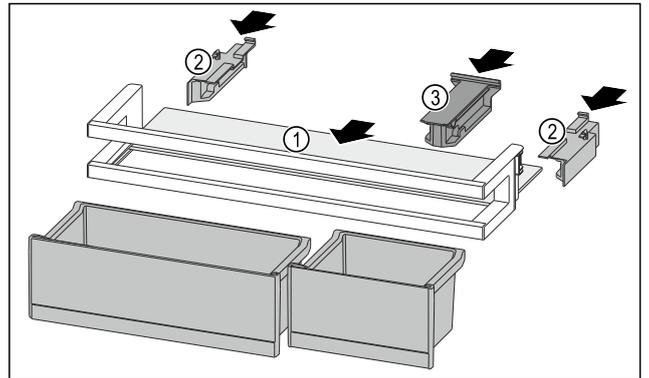

Fig. 147
- ▶ 将搁板 Fig. 147 (1)推入侧面凹槽。
- ▶ 插入侧面部分 Fig. 147 (2)。
- ▶ 插入定位件 Fig. 147 (3)。